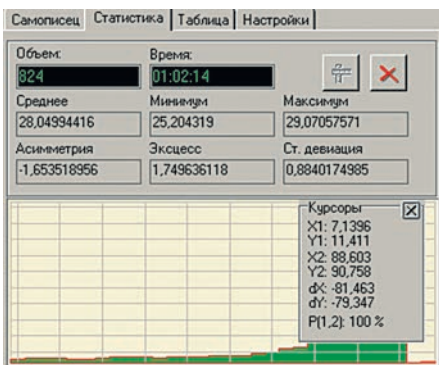

Рис. 10. Вкладка «Статистика» показывает гистограмму распределения измерений и вычисленные параметры статистики
- вкладка «Статистика» показывает гистограмму распределения измерений и вычисленные параметры статистики; с помощью курсоров можно также измерить интегральную вероятность Р измерения для указанного интервала (рис. 10);